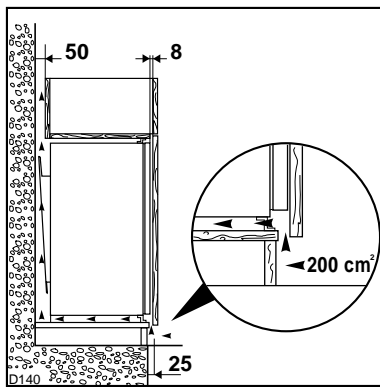
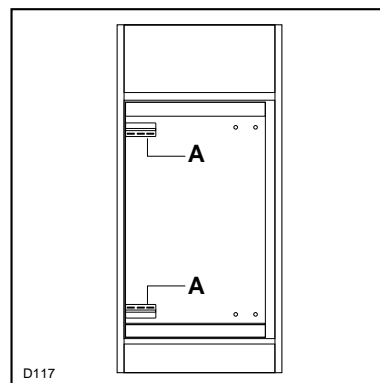

Fig. 1
Fig. 4
Las dimensiones del espacio para la colocación del aparato en un mueble columna deben corresponder a aquellas indicadas en la tabla. La entrada del aire se efectúa desde la parte inferior a través de las hendiduras de la rejilla inferior fijada al mueble del aparato y mediante una apertura prevista en la base del mueble columna cuyas dimensiones mínimas son 200 cm² (Fig. 1).
La entrada del aire se efectúa desde la parte inferior a través de las hendiduras de la rejilla inferior fijada al mueble del aparato y mediante una apertura prevista en la base del mueble columna cuyas dimensiones mínimas son 200 cm² (Fig. 1).
Colocación del aparato en el espacio columna (Fig. 4)
Colocar el aparato en el interior del espacio columna, apoyándolo a la pared interna del espacio correspondiente al lado de apertura de la puerta (Fig. 4); asegurarse de que el aparato con la puerta cerrada esté 8 mm más adentro respecto al límite anterior del espacio columna (Fig.1). Con los 6 tornillos en dotación, fijar la rejilla de ventilación inferior y cubrefuga superior (los agujeros están ya predispuestos).
El dispositivo está constituido por la guía (A), por los tarugos (B), por los tornillos de fijación y por las tapitas que cubren los tarugos (C). Para la fijación de la guía (A), perforar la puerta como se indica en la Fig. 4.